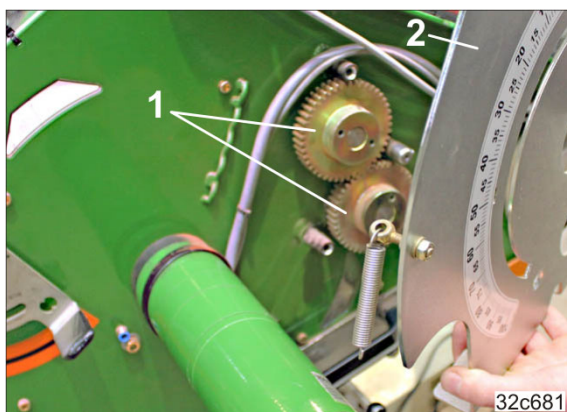

Рис. 286
7. Очистите цилиндрические шестерни (Рис. 286/1) за пластиной со шкалой (Рис. 286/2) при помощи сжатого воздуха от пыли и грязи.